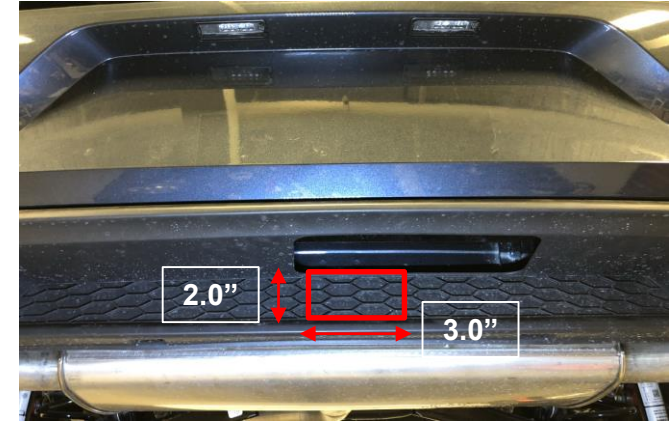

Figure 2
- Découper le carénage de pare-chocs** : Repérer l'ouverture dans le carénage inférieur et découper la zone illustrée à la **Figure 2**.